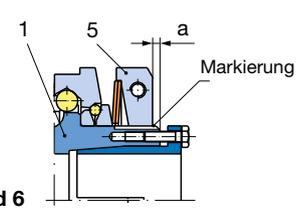

Bild 6
□ EAS[®]-compact[®] Freischaltkupplung (Größe 01 – 3): Maß „a“ ist der Abstand von Einstellmutter-Stirnseite (5) bis Nabenkante (1) (Bild 6).